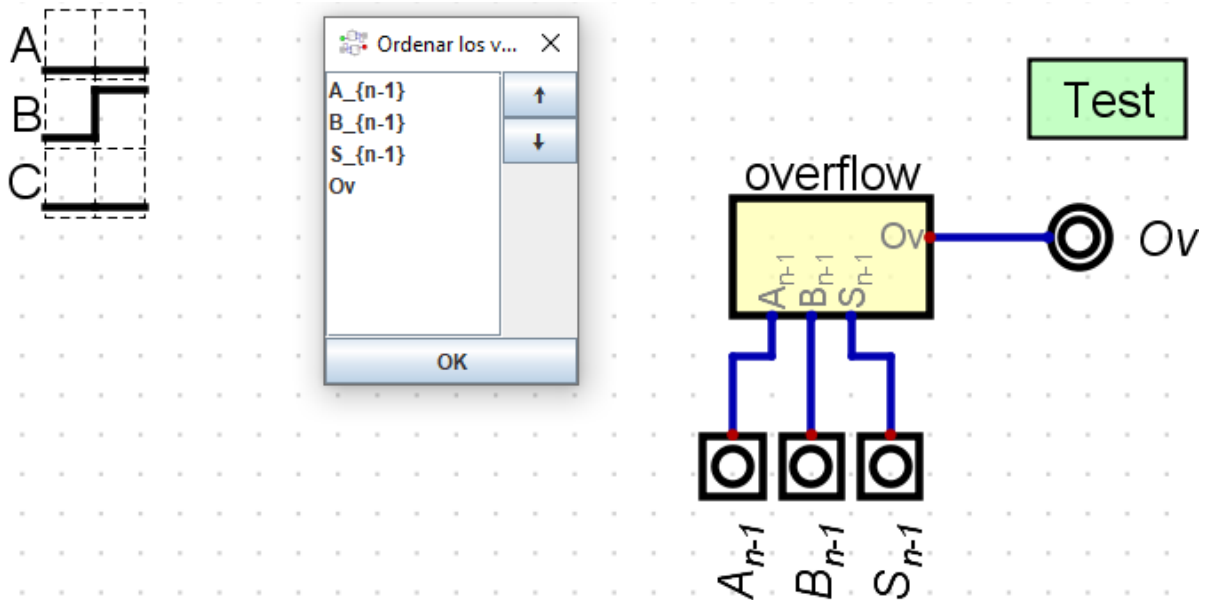

Figura 9. Orden de las entradas y salidas en el cronograma
- Selecciona **Editar > Ordenar los valores de las medidas**. Aparecerá una ventana en la cual debes situar las entradas y salidas usando las flechas en el orden indicado en la figura 9.